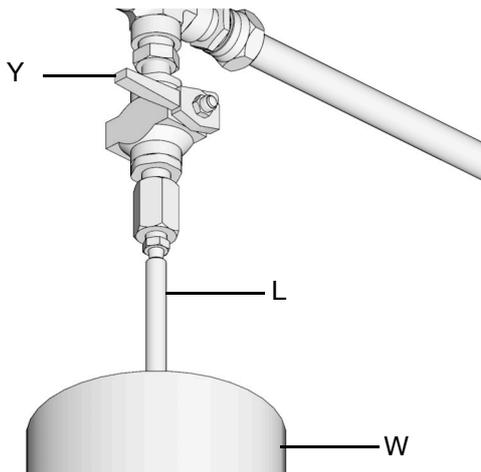

ABB. 25:
- a. Zur Druckentlastung zwischen Befüllpumpe (F) und automatischem Befüllstopp (B), das Druckentlastungsventil des Versorgungsschlauchs (Y) öffnen (ABB. 25). Der Druck wird entlastet und überschüssiges Material läuft aus dem Ablassrohr (L) in den Materialüberlaufbehälter (W) ab.